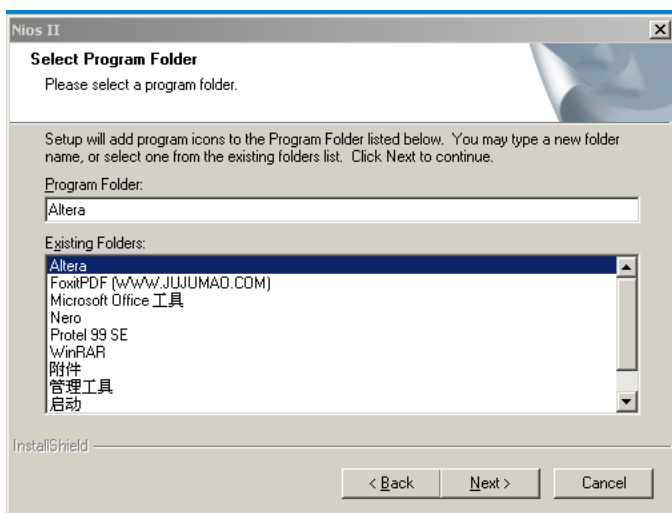

图 3-26 安装提示信息
(5) 在图 3-25 中可以选取要安装的项目以及安装所需要的硬盘空间和当前硬盘的空间。建议在安装硬盘空间足够大的情况下, 选取所有的安装项目进行安装。选取后点击 NEXT 出现如图 3-26 所示的提示信息对话框。
(6) 选取“是”按钮继续进行安装, 进行计算机开始菜单程序组名称的设置, 其方法与 QuartusII 软件的安装基本一致。如图 3-26 所示: